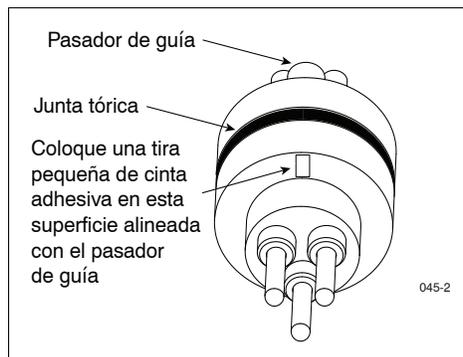

Figura 35. Ubicación del marcador de alineación de cinta adhesiva en la parte frontal del conector macho
12. Coloque un pequeño trozo de cinta adhesiva en el lado de los pasadores del conector alineada con el pasador de guía (véase la Figura 35).